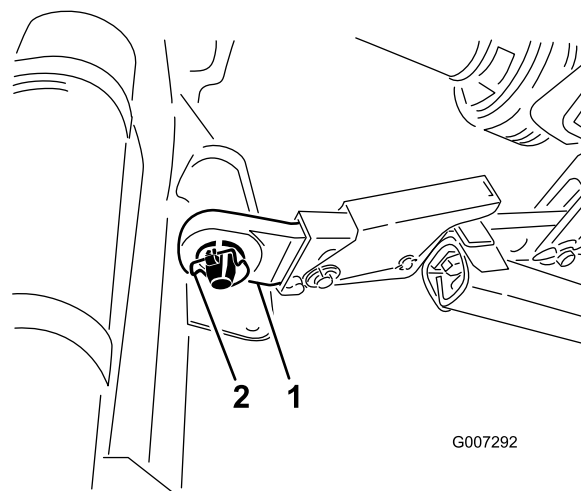

Рисунок 6
5. Установите правый и левый нижние рычаги звеньев на пальцы сцепного устройства (Рисунок 6).
6. Закрепите рычаги нижнего звена на пальцах сцепного устройства с помощью шплинтов (Рисунок 6).